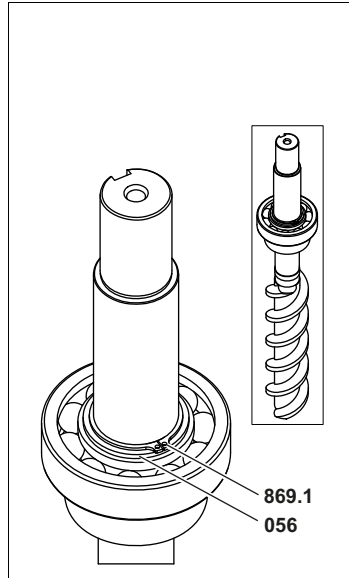

Fig. 26
2. Faire glisser en place le disque de support **056** sur l'arbre. Monter le circlip **869.1**, voir Fig. 26, page 39.